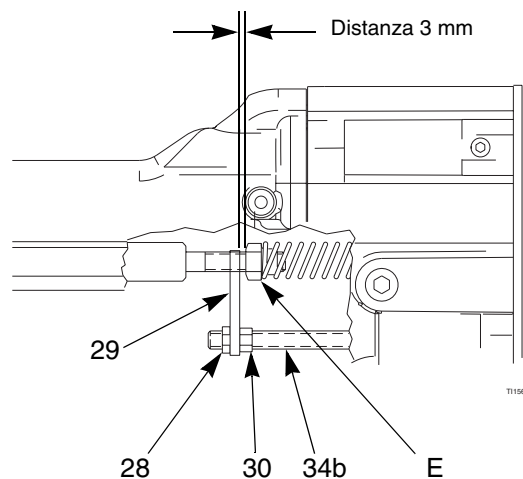

Fig. 27. Regolazione del braccio dell'attuatore
2. Posizionare le parti in modo che la distanza tra il braccio dell'attuatore (29) e il dado premiguarnizioni dell'asta del fluido (E) sia di 3 mm, il che consente di attivare l'aria di nebulizzazione prima del fluido. Vedere Fig. 27.
3. Serrare il dado di regolazione (30) a contatto del braccio dell'attuatore (29). Verificare che venga mantenuta la distanza di 3 mm. Inoltre, devono essere presenti 3–4 mm di corsa dell'ago dell'elettrodo quando la pistola è attivata. Regolare la posizione del controdado per ottenere queste dimensioni.
5. Installare l'involucro della pistola (2) e il cappello aria (3), pagina 34.